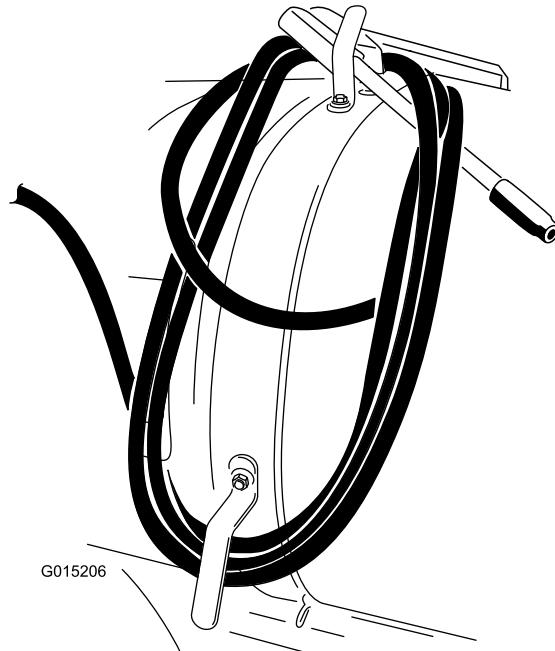

図 14
- 図 14 のようにホースをフックに巻きつけ、ガンを固定する。